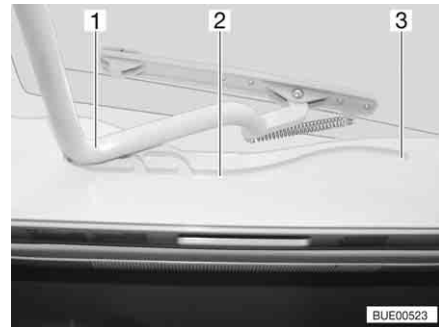

Bild 91 Heki-taklucka, spår
- Dra in bygel (Bild 91,1) i spår (Bild 91,2) till den bakersta positionen (Bild 91,3).
- Tryck bygel (Bild 91,1) lätt uppåt med båda händerna.
- Drag bygeln till önskad position i spåret (Bild 91,2).